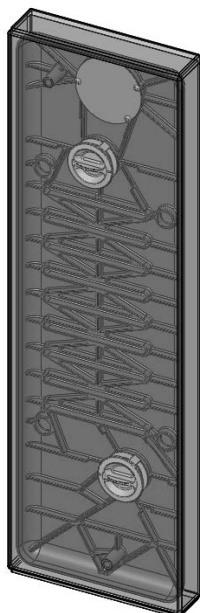

Figure 5 – Emballage de la partie supérieure
- ✓ Le quatrième contient la partie supérieure (fig. 5)